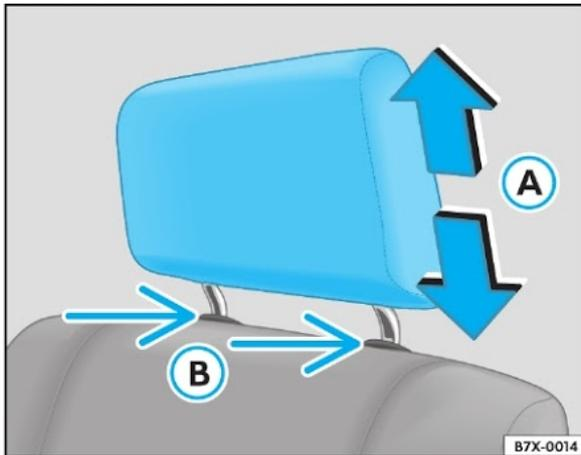

Fig. 45 Regular ou remover os apoios para cabeça
- Desloque o apoio para cabeça para cima ou para baixo ⇒ fig. 45 seta (A), até atingir a altura correta ⇒ Página 54.
- Remova os grampos de travamento ⇒ fig. 45 seta (B) para remoção total do apoio.
- Empurre o apoio para cabeça para baixo e instale os grampos de travamento ⇒ fig. 45 seta (B).